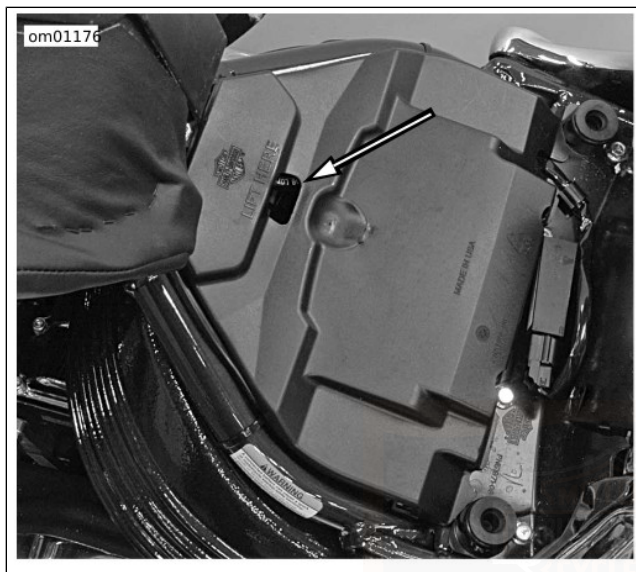

Figura 56. Coperchio della batteria (la figura ritrae la scanalatura per la rimozione): modelli FXCW
2. Vedere Figura 56. Sui modelli FXCWC, sollevare dal telaio il coperchio della batteria e rimuoverlo.
7. Vedere Figura 56. Sui modelli FXCWC, inserire nel telaio le linguette del coperchio della batteria.
2. Vedere Figura 56. Sui modelli FXCWC, sollevare il coperchio della batteria dal telaio e rimuoverlo.
- 4. Vedere Figura 56. Sui modelli FXCWC, inserire nel telaio le linguette del coperchio della batteria.